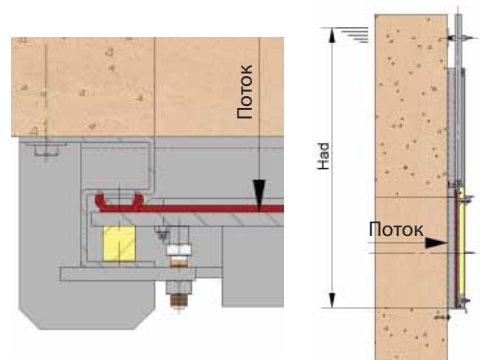

Рис. 2
**Однонаправленный (менее предпочтительный вариант установки).** (Рис. 2). В этом варианте давление потока стремится отжать затвор от стены. Конструкция данного затвора идентична конструкции двунаправленного затвора. В таких затворах используются уплотнения типа «двойной пик».